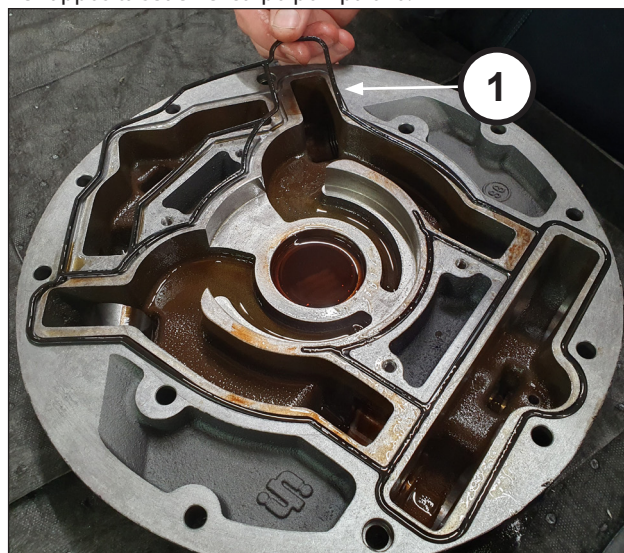

Fig. 92
Inserire la guarnizione O-Ring sagomata (pos. ①, Fig. 92) nell'apposita sede nel corpo pompa olio.